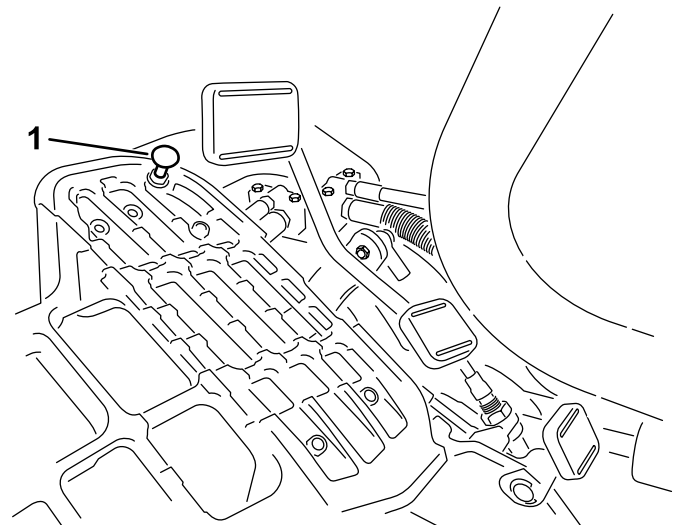

Figura 53
Para obtener la velocidad de transporte máxima, ponga la palanca de control funcional en la posición de TRANSPORTE y presione el pedal de tracción. Si el pedal hace contacto con el tope (Figura 53) antes de que sienta tensión en el cable, complete el siguiente procedimiento de ajuste:
1. Ponga la palanca de control funcional en la posición de TRANSPORTE y afloje la contratuerca que sujeta el tope del pedal a la chapa de suelo (Figura 53).